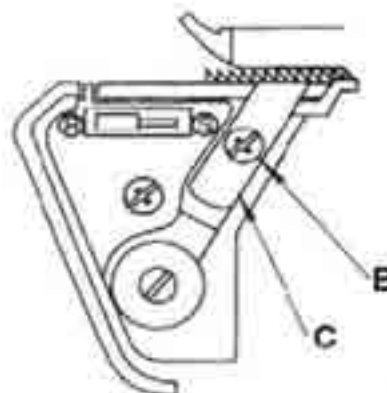

Fig.111
2. Coloque a lâmina superior 18 na posição de descanso (A).
3. Remova o parafuso da lâmina inferior 22 (B) e retire a lâmina 22 (C) (fig. 111).